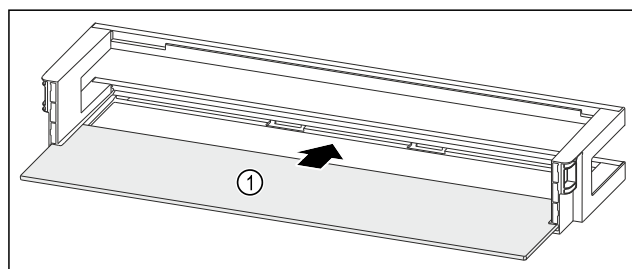

Fig. 165 Лотки на дверцятах з полицею
- ▶ Всуньте полицю Fig. 165 (1) в бокові пази.